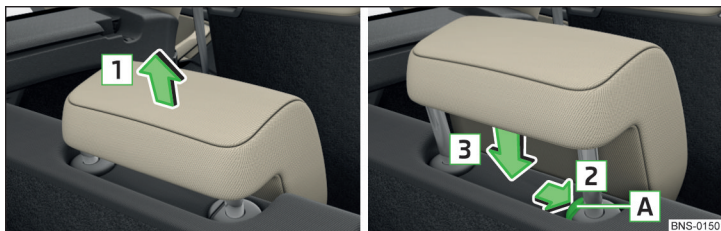

Fig. 100 Régler la hauteur des appuie-têtes de la troisième rangée de sièges
- Saisissez les appuie-têtes et **tirez-les vers le haut** dans le sens de la flèche **1** » fig. 100.